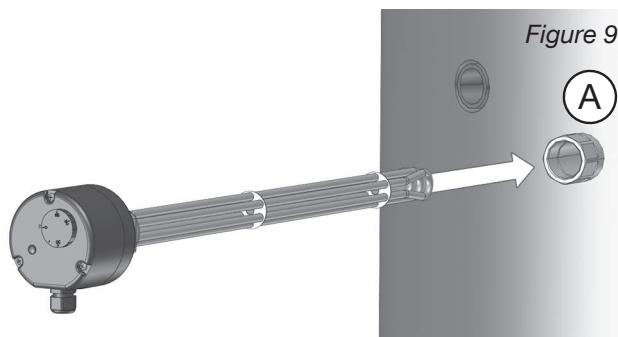

Figure 9
8. Introduire le thermoplongeur horizontalement dans la rallonge (A) avec précaution (fig. 9).